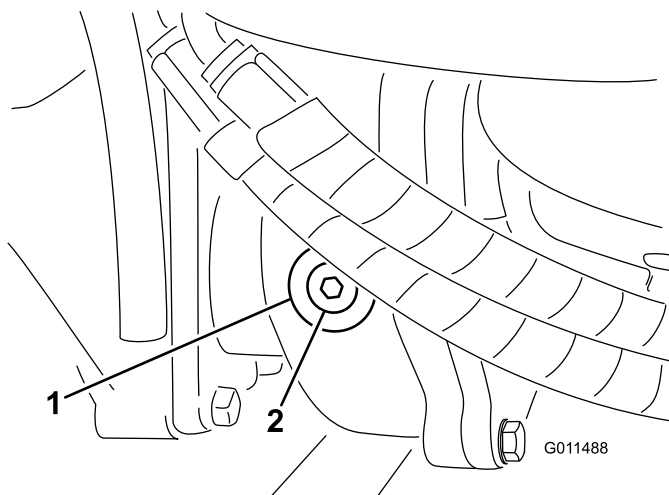

Figura 85
2. Retire o tampão de verificação/enchimento que se encontra na zona esquerda da caixa de engrenagens e certifique-se de que existe lubrificante até ao fundo do orifício (Figura 85).